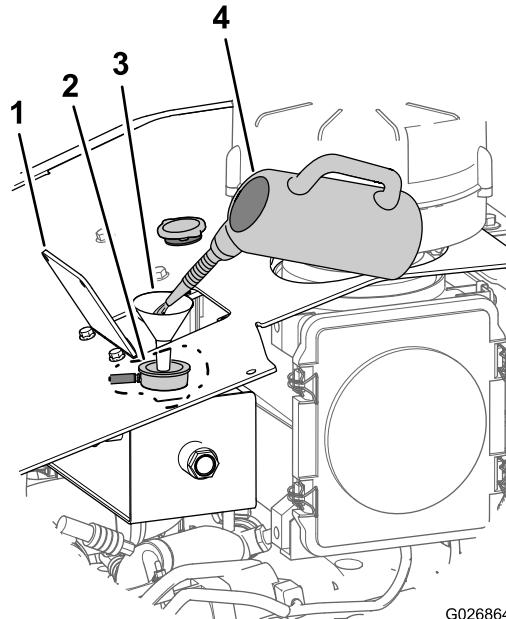

Figure 102
- Ajoutez une solution de nettoyage dans le circuit de refroidissement par le goulot de remplissage du vase d'expansion (Figure 102).